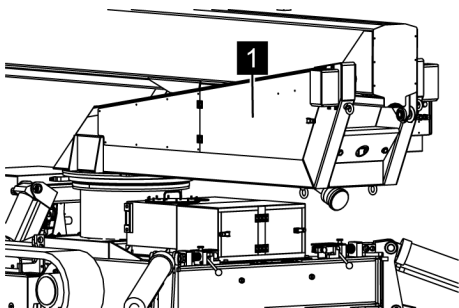

Fig. 101: Door
2. → Open the door (Fig. 101/1).